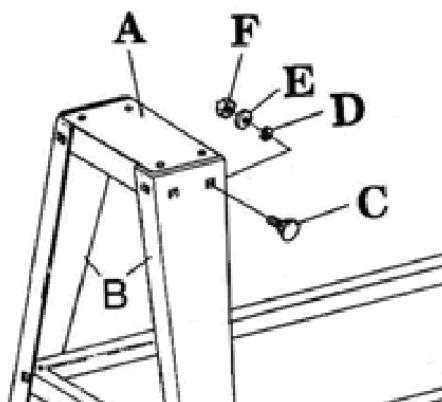

Рис. 2
- Прикріпіть верхню підставку (A) до підпори (B) використовуючи 3 болти M8x16 (C), три пласких шайби (D), три шайби (E) та три шестигранних гайки (F).
- Верхня підставка повинна розташовуватися усередині підпори (Рис. 2).